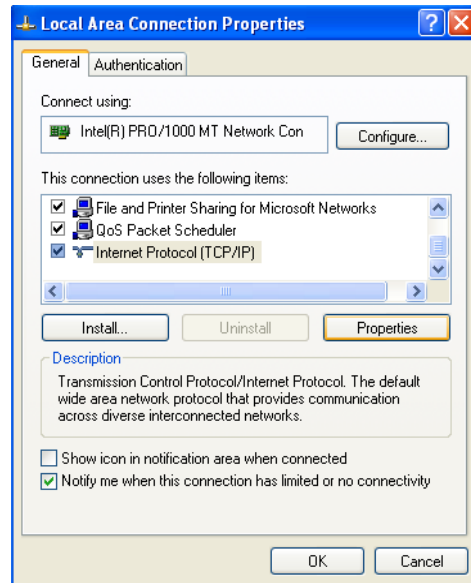

FIG. 15
4. La fenêtre « Local Area Connection Properties » (Propriétés de connexion au réseau local) s'ouvre. Choisir « Internet Protocol » (Protocole Internet) dans les options reprises. Cliquez sur « Properties » (Propriétés). La fenêtre « Internet Protocol Properties » (Propriétés du protocole Internet) s'affiche. Voir la FIG. 15.